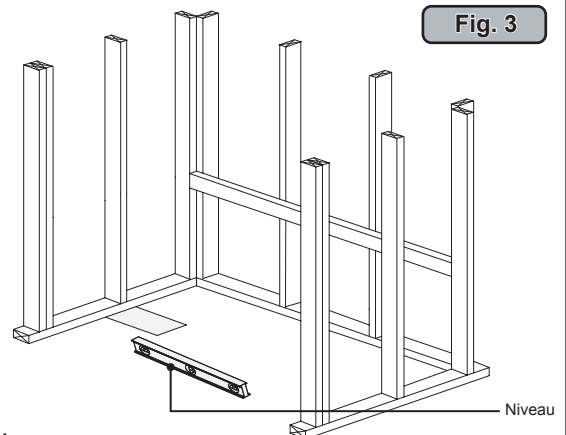

Fig. 3
- ① Assurez-vous encadrés dans une alcôve est de taille appropriée pour dimensions Jacuzzi, carrés, et d'aplomb; étage vérifier elle est de niveau (Figure 3). Rough-in doit être maintenue à un minimum jusqu'à ce que l'appareil est sur le chantier. Les mesures peuvent varier 0 ou - 3/8 "de l'original spécifications.
- ② Un dégagement suffisant doit être prévu pour l'accès au service de connexions (pompe / moteur, les contrôles, plomberie chauffage et de branchements électriques).